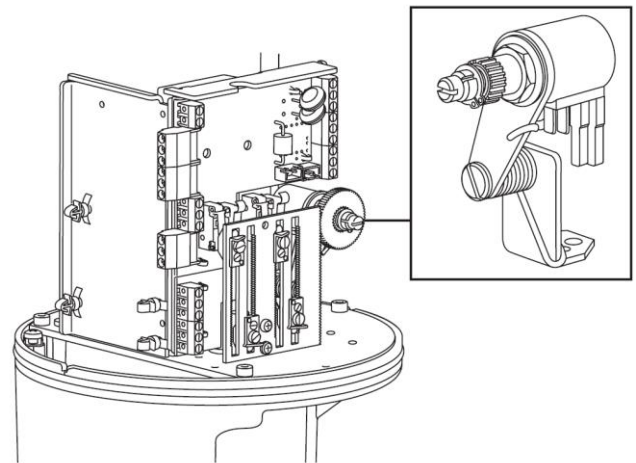

Fig. 29
6. Op dit ogenblik moet de multimeter 0 V aanduiden. Indien dit niet het geval is, verdraai de terugkoppelingspotentiometer tot de multimeter 0V aanduidt (zie Fig. 29). Draai nu langzaam de potentiometer "P2" (start; Fig. 29) in wijzerszin tot de beide LED's die de bewegingszin aanduiden uitgaan.